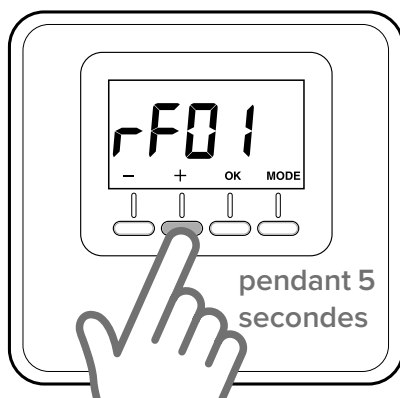

Fig. 7
- Appuyer sur la touche « + » pendant 5 secondes pour accéder aux paramètres techniques, l'écran affiche le paramètre « **rF01** » (Fig. 7).